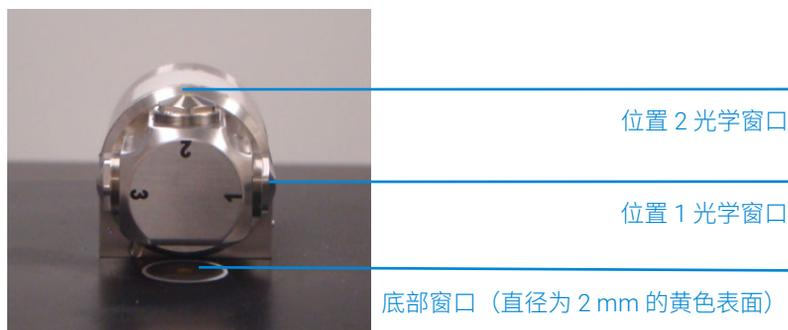

图 13. 光学窗口朝上的 DialPath。
在样品装载和清洁模式下，旋转 DialPath 使光学窗口朝上（见图 13）。在此位置可以方便地接触样品装载区域，以便将样品装入到位并在分析下一样品之前清洁采样面。
- 1 旋转 DialPath，使光学窗口位置 2 朝上（参见图 13）。